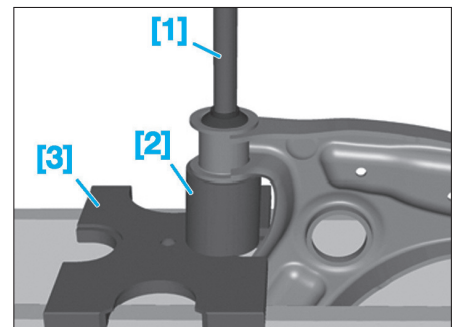

FIG. 40
- A l'aide des outils [1], [2] et [3], extraire le patin métal-caoutchouc à la presse comme illustré (Fig.40).